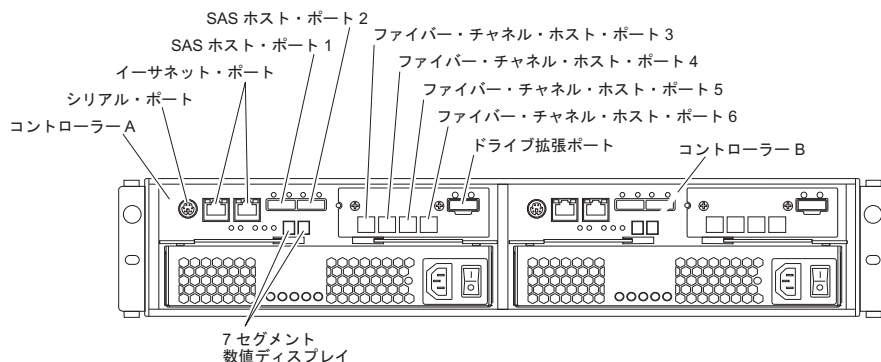

図 3-40. ストレージ・コントローラー上のホスト・コネクタの位置
2. ファイバー・チャネル・ケーブルをコントローラー・ホスト・ポート内の SFP モジュールに接続し、さらにファイバー・チャネル・スイッチ内の SFP モジュールまたはホスト・バス・アダプター上の光インターフェース・コネクタのいずれかに接続します。図 3-40 は、ホスト・システムのケーブルが接続するストレージ・サブシステム・ポートのコントローラー上の位置を示しています。